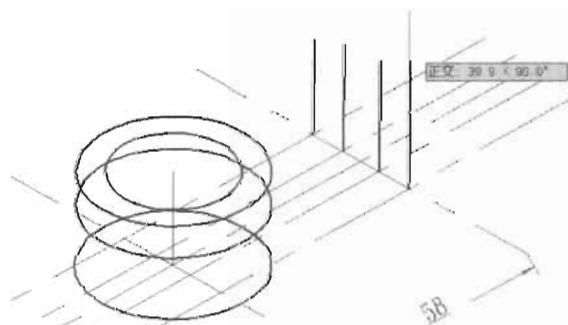

图 11-68
(5) 切换到右视平面, 然后单击“绘图”工具栏中的“直线”按钮, 捕捉如图 11-68 所示的 4 条辅助线交点绘制 4 条垂直线段。